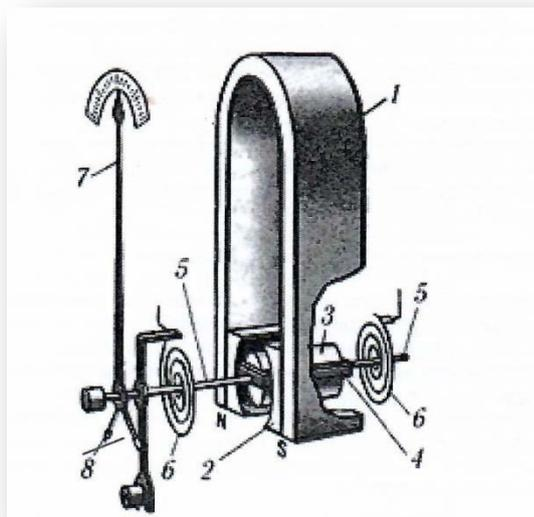

Рис. 13. Устройство измерительного механизма магнитоэлектрической системы
- 1) неподвижная часть состоит из постоянного магнита (рис. 13, п. 1), полюсных наконечников (рис. 13, п. 2), неподвижного сердечника (рис. 13, п. 3). В зазоре между полюсными наконечниками и сердечником существует сильное магнитное поле;
- 2) подвижная часть измерительного механизма состоит из легкой рамки (рис. 13, п. 4), обмотка которой наматывается на алюминиевый каркас, и
3) двух полуосей (рис. 13, п. 5), неподвижно связанных с каркасом рамки. Концы обмотки припаяны к двум спиральным пружинам (рис. 13, п. 6), через которые в рамку подводится измеряемый ток. К рамке прикреплены стрелка (рис. 13, п. 7) и противовесы (рис. 13, п. 8).
В каждый момент времени рамка находится под действием двух противоположно направленных вращающих моментов, один из которых (электрический) пропорционален току, протекающему через обмотку, а другой (механический) пропорционален углу поворота рамки  $\alpha$ . При протекании через рамку (рис. 13, п. 4) переменного тока  $i$  работа механизма зависит от соотношения частоты тока и частоты собственных колебаний подвижной части (примерно  $\omega_0 = 6,28 \text{ с}^{-1}$ ). Следовательно, отклонение подвижной части измерительного механизма при частоте переменного тока более 10 Гц практически равно нулю. В диапазоне частот до 10 Гц подвижная часть колеблется с частотой переменного входного тока. Поэтому приборы с измерительными механизмами магнитоэлектрической системы применяют в цепях постоянного тока.
При протекании через рамку (рис. 13, п. 4) постоянного тока устанавливается стационарный угол отклонения, пропорциональный току  $I$ . Если сила тока  $I$  изменяется во времени, то возникающий электрический момент изменяется безинерционно вслед за силой тока, устанавливающийся угол поворота а определяется передаточной функцией механической системы.